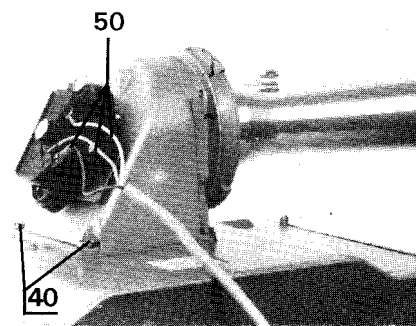

Fig. 16
Montare la doppia curva sulla caldaia posizionandola secondo l'orientamento prescelto, fissarla mediante le 4 viti (40) (fig. 16).
Dopo il montaggio del dispositivo d'estrazione effettuare il collegamento elettrico della caldaia al pressostato allacciando i tre fili (50) (fig. 16).